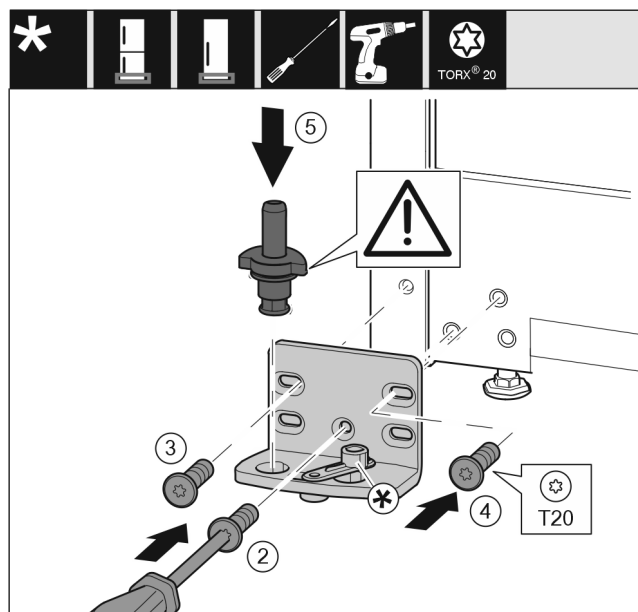

Fig. 21
- Applicare il blocco di supporto sull'altro lato e avvitarlo con l'aiuto di un cacciavite. Iniziare dalla vite Fig. 21 (2) in basso al centro.
- Stringere la vite Fig. 21 (3) e la vite Fig. 21 (4).
- Inserire completamente i perni di supporto Fig. 21 (5). Facendo ciò assicurarsi che la camma di arresto sia rivolta all'indietro.